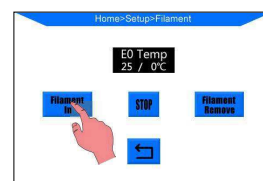

図 28
- (2) 予熱完了後、“Tools”--> “Filament”--> “Filament in”をクリックします(図28)。押出機がフィラメントをホットエンドに送り込み、高温になったノズルからフィラメントが出てくれば正常です。“Stop”を押して押出機を止め、付属のピンセットで余分なフィラメントを取りのぞき、ノズルを綺麗にしてください。